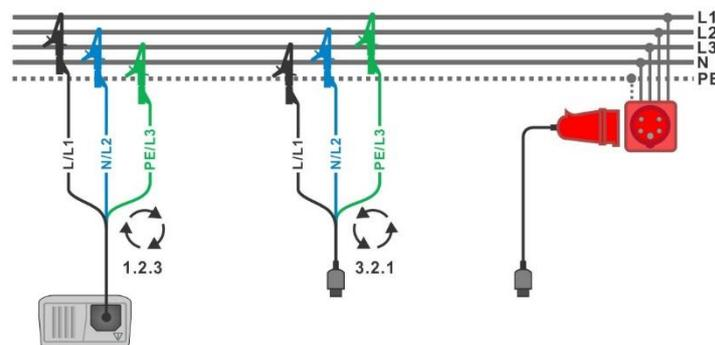

Abbildung 5.2: Anschluss der Dreileiter-Prüfleitung und des optionalen Adapters im Drehstromnetz.
- **Schließen** Sie die Prüfleitungen am Prüfling an, (siehe *Abbildung 5.2 und 5.5*)